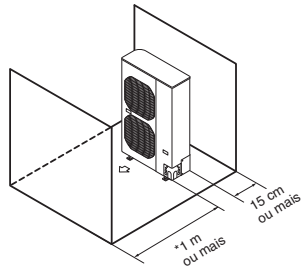

Fig. 2-3
- (2) Obstruções no lado frontal e lado traseiro (o lado esquerdo, lado direito e parte superior devem estar abertos). (Fig. 2-3)